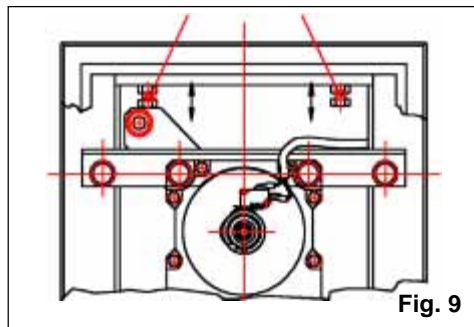

Fig. 9
- Regolare gli arresti meccanici di finecorsa apertura e chiusura come da fig. 9.